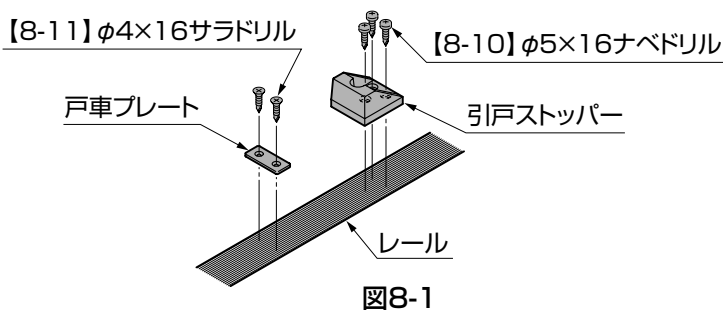

図8-1
- ① レールに引戸ストッパーを【8-10】で取付けてください。(図8-1、表8-1参照)
- ② レールに戸車プレートを【8-11】で取付けてください。(図8-1、表8-1参照)